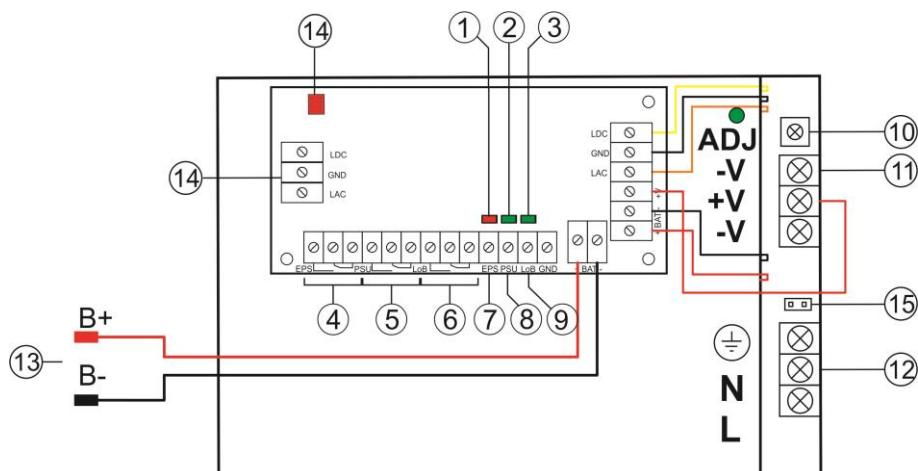

Abb. 2. Ansicht des Netzteils.
Tabelle 1. Elemente des Netzteils (siehe Abbildung 2).
- rote LED (Abbildung 2, Element 1): Bei normalem Zustand (Stromversorgung AC liegt an) leuchtet diese Diode durchgehend. Ein Stromausfall wird durch das Erlöschen der Diode angezeigt.
- grüne LED (Abbildung 2, Element 2): Signalisiert den Zustand der Gleichstromspannung am Hauptausgang des Netzteils. Bei normalem Zustand leuchtet die Diode durchgehend, bei Kurzschluss oder Überlastung des Ausgangs erlischt die Diode.
- grüne LED (Abbildung 2, Element 3): Signalisiert das Niveau der Batteriespannung. Bei normalem Zustand ($U_{BAT} > 11,5V$) leuchtet die Diode durchgehend, bei Absenkung der Batteriespannung ($U_{BAT} < 11,5V$) erlischt die Diode.
ACHTUNG! Auf Abbildung 2 stellt das System der Kontakte den spannungslosen Zustand des Relais dar, was dem Zustand der Signalisierung der fehlenden AC-Stromversorgung (Störung des AC-Stromnetzes) entspricht.
ACHTUNG! Auf Abbildung 2 stellt das System der Kontakte den spannungslosen Zustand des Relais dar, was dem Zustand der Signalisierung der fehlenden DC-Spannung (Störung des Netzteils) entspricht.
ACHTUNG! Auf Abbildung 2 stellt das System der Kontakte den spannungslosen Zustand des Relais dar, was dem Zustand der Signalisierung der niedrigen Batteriespannung ($U_{BAT} < 11,5V$) entspricht.